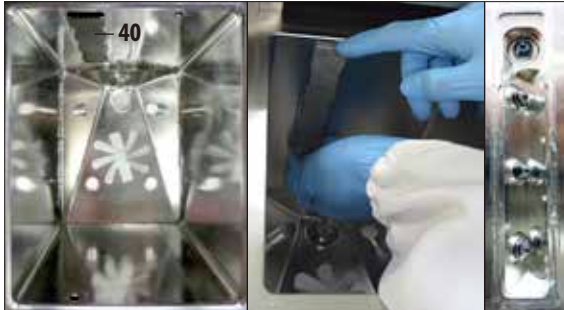

Bild 238
- Ta bort silen (40, bild 238) framför givarna.